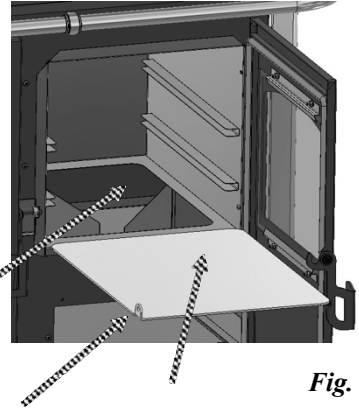

Fig. 3
1.18 RENGJØRING AV RØYKRØR UNDER OVNEN (Fig.3)
- Når rengjøringsoperasjonene er fullført, sett sammen toppplaten igjen, og vær oppmerksom på riktig montering av de forskjellige delene. Vær oppmerksom på posisjonen av den bøyde delen og oppover, se bildet Fig.3.